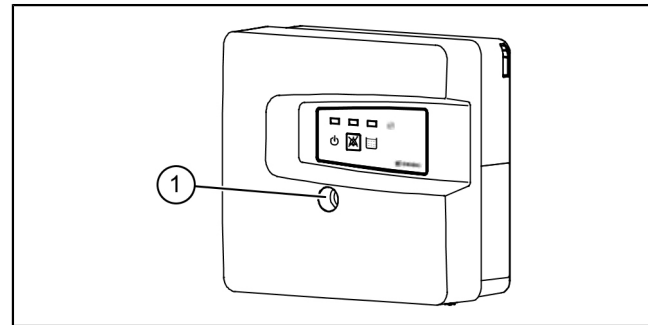

Fig. 4: Åbn huset
- ▶ Åbn husets dæksel **4** (på "Fig. 4: Åbn huset", side 17).